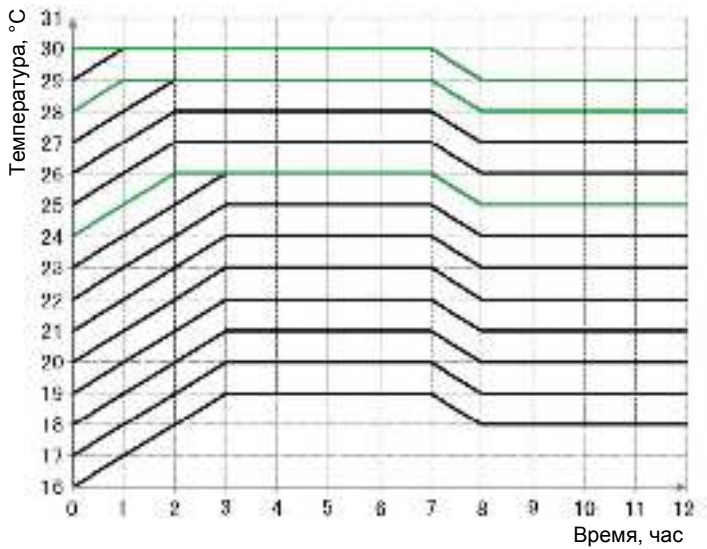

Рис.14 График изменения температуры в режиме «COOL» («ОХЛАЖДЕНИЕ») с включенной функцией «Сон»
- ①. Функция «Сон» («Sleep») выключена по умолчанию после возобновления подачи электропитания.
- ②. Функция «Сон» («Sleep») недоступна в режиме «FAN» («ВЕНТИЛЯТОР»).
- ③. Если включен бесшумный режим («Quiet»), он будет работать независимо от включения или выключения функции «Сон» («Sleep»).
- ④. В режиме «COOL» («ОХЛАЖДЕНИЕ») с включенной функцией «Сон» («Sleep») доступны следующие диапазоны установленной температуры: +16 ~+23 °С, +24 ~+27 °С, +28~+29 °С или +30 °С. Каждый диапазон имеет свой график изменения температуры, см. Рис.14.